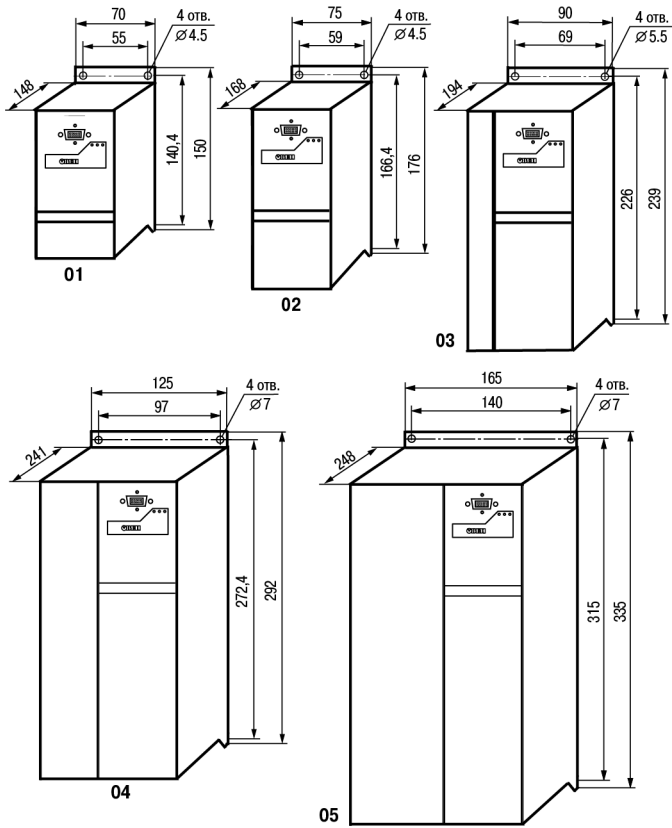

Рисунок 5.1 – Габаритные и установочные размеры прибора
1. Подготовить в монтажном шкафу место согласно габаритным чертежам (см. рисунок 5.1).